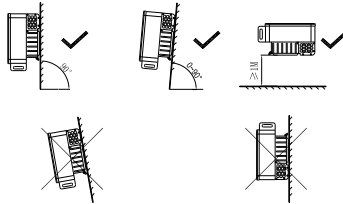

Imagen 5.1
- A. Asegúrese de que la instalación en la pared es suficientemente sólida para soportar el inversor. (para el peso del inversor, refiérase al manual de instalación, Imagen 5.1)